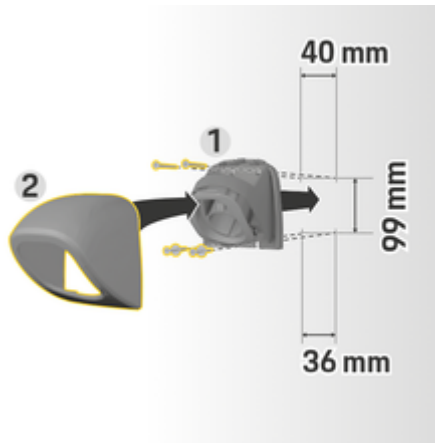

Bild 75 Borrmått
1. Ta ut kontakthållaren 1 (Bild 75) ur skyddet 2 (Bild 75).
4. Skruva fast kontakthållaren 1 (Bild 75) på väggen.
5. Trä på skyddet 2 (Bild 75) på kontakthållaren 1 (Bild 75) nedifrån och tryck det uppåt.